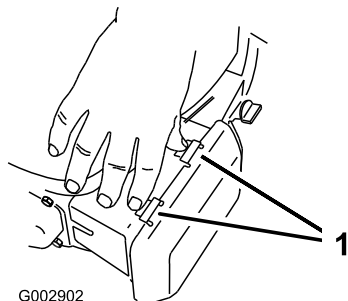

Bild 36
1. Drücken Sie die Verriegelungsnasen oben an der Luftfilterabdeckung nach unten (Bild 36).